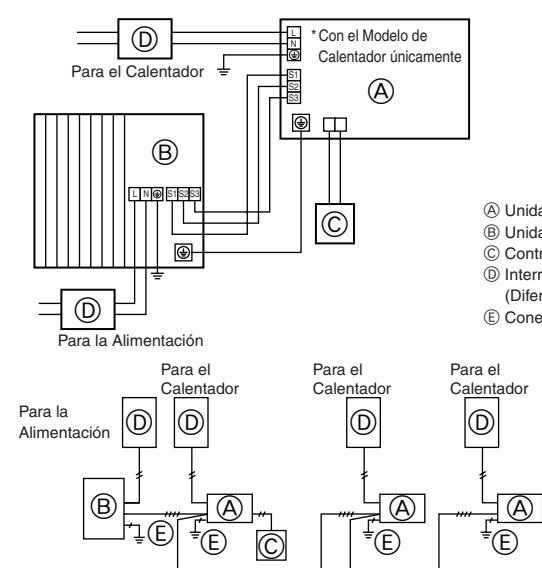
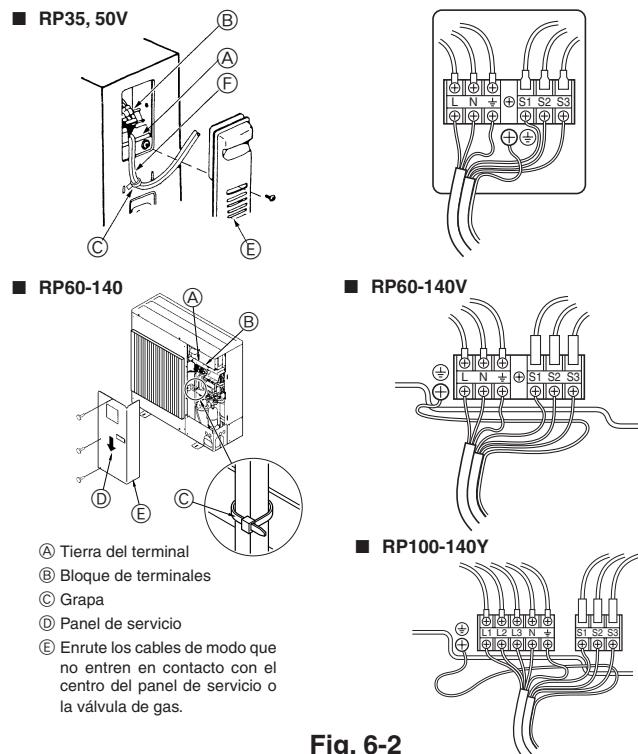

Fig. 6-1
Fig. 6-2
6.1. Unidad exterior (Fig. 6-1, Fig. 6-2)
- ① Extraiga el panel de servicio.
② Tienda los cables de acuerdo con la Fig. 6-1 y Fig. 6-2.